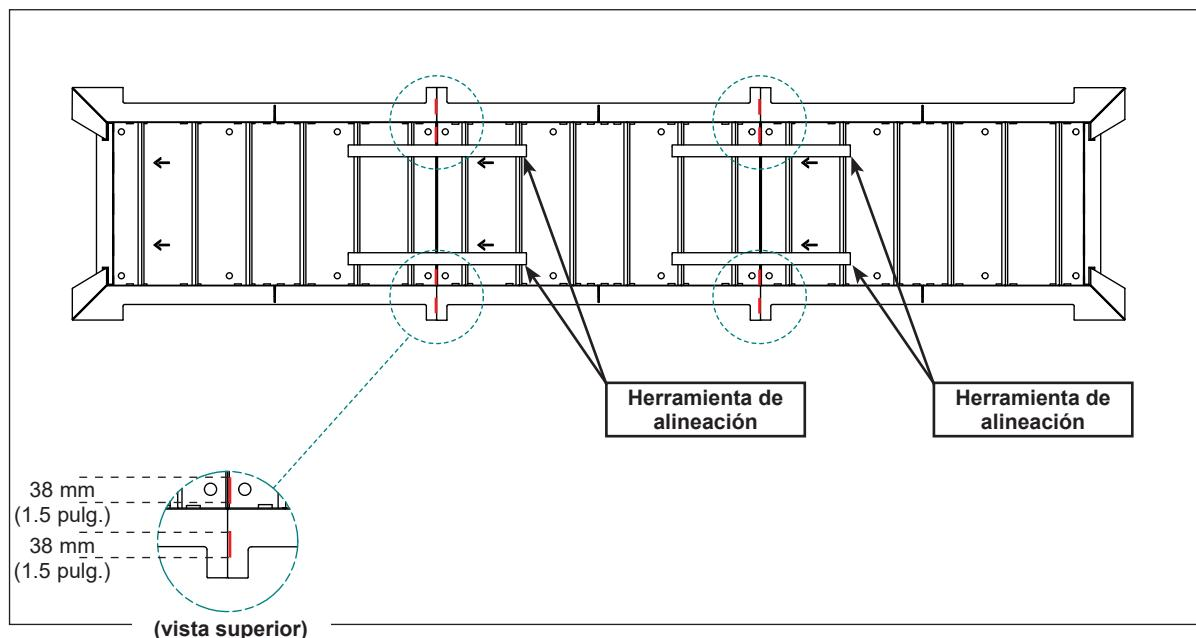

Figura 23
5. Suelde para unir las secciones de la placa de retención con una máquina de soldadura con varilla. Consulte la **Figura 23 en la página 24**.